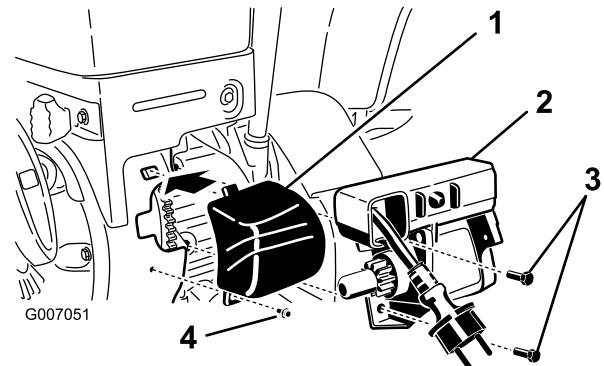
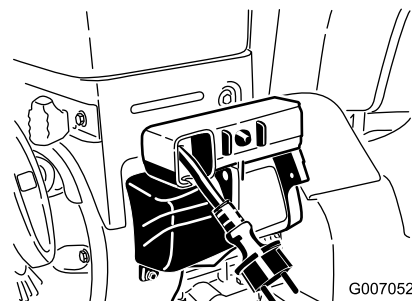

Figure 2
Figure 3
- Montez le démarreur électrique comme illustré (Figure 2) et fixez-le en position avec 2 vis à tête hexagonale fournies dans le sachet de pièces détachées.
- Montez le couvercle du démarreur en insérant la languette dans la fente inférieure et fixez-le avec une vis à tête hexagonale de 7 mm fournie dans le sachet de pièces détachées (Figure 2 et Figure 3).